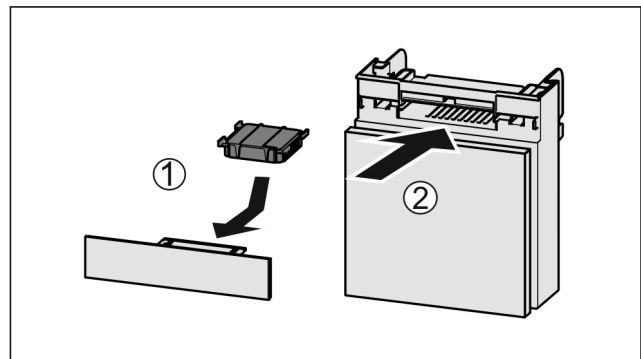

Fig. 226
- Introduceți Fig. 226 (1) filtrul de cărbune activ după cum se vede în figură.
- Împingeți Fig. 226 (2) compartimentul în interior.